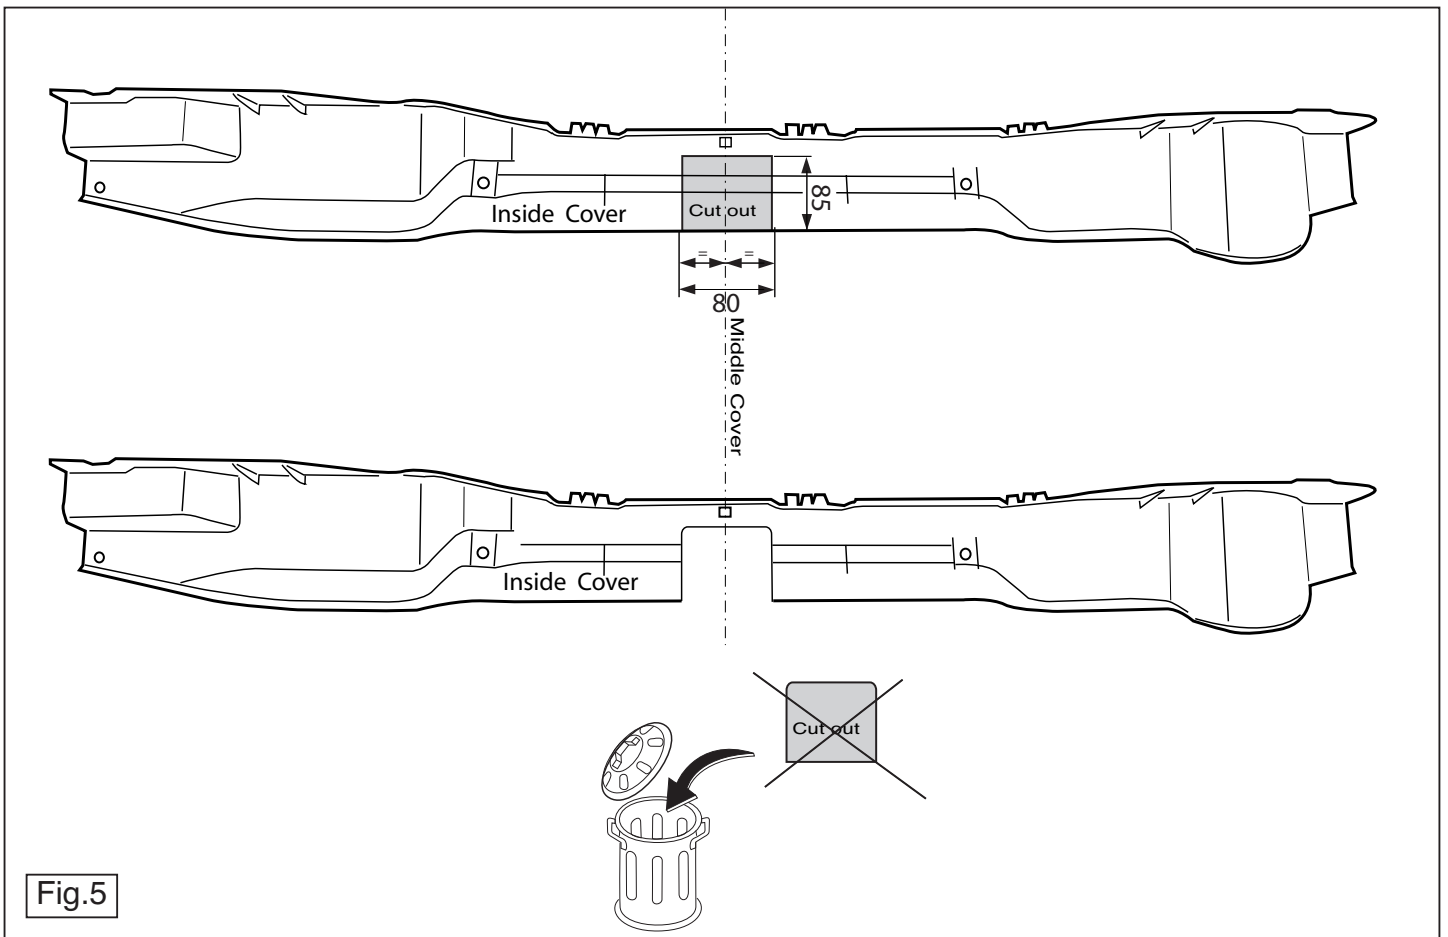

Fig.5
- 7. Saw a portion out of the cover plate as shown in figure 5.
7. Gemäß Abb. 5 einen Teil aus der Abdeckplatte heraussägen.